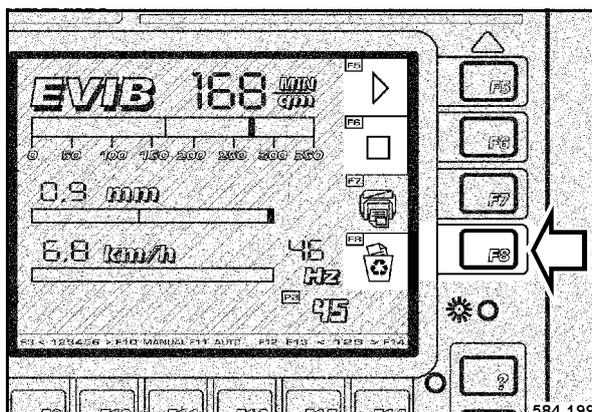

Рис. 104
- Если нет более необходимости в дальнейших распечатках этого полотна, то после загорания красного контрольного поля F6 „ГОТОВО“ нажать кнопку F8 „УДАЛИТЬ“ (Рис. 104).